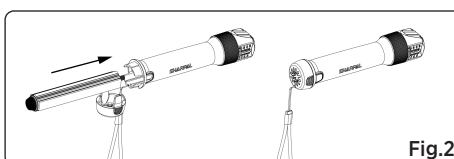

Fig.2
2. Appuyez sur la boucle de serrage de l'embout du manche pour l'ouvrir. Insérez le support pour abrasifs dans le manche, en veillant à ce que le bouton de blocage d'arrêt soit face à l'embout du manche (Voir Fig. 2).